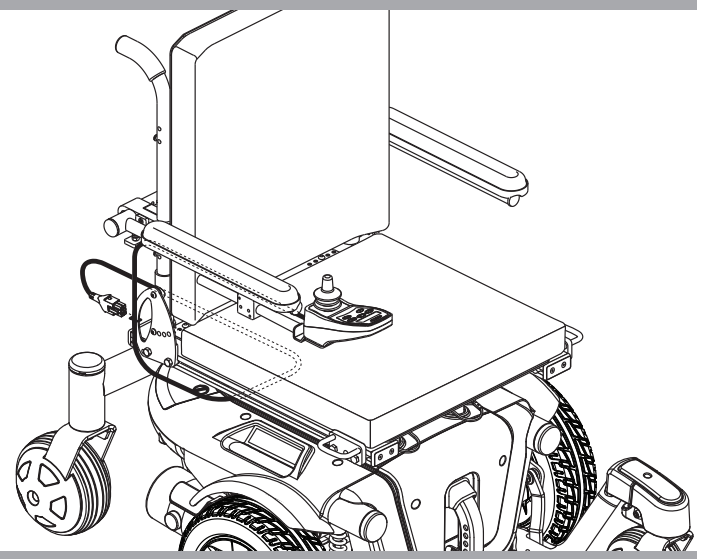

Figure 6. Câble sécurisé sur un siège Synergy
4. Installez le contrôleur et faites passer le câble du contrôleur vers l'arrière de la base motorisée. **Voir la figure 6, 7, ou 8.**
9. Attachez le câble du contrôleur sous l'accoudoir avec des attaches de plastique. **Voir la figure 6, 7, ou 8.**